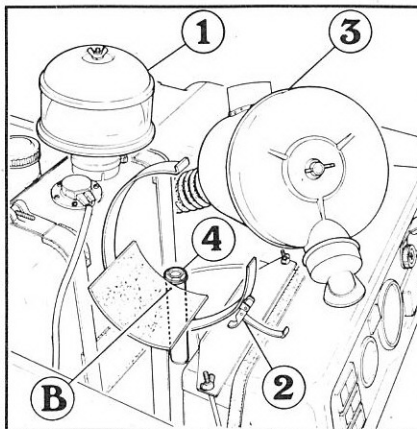

Fig. 25 - Niveau de l'huile boîte avant.
- enlever le bouchon "4" et verser l'huile jusqu'à la vis de niveau "C" (fig. 25).